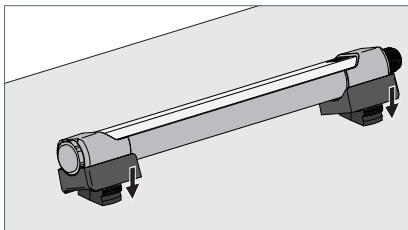

Fig. 5: Leuchte an den Befestigungselementen montieren.
- ▶ Setzen Sie die Leuchte mit den montierten Haltern an den Befestigungselementen an und drücken Sie die Leuchte nach unten, bis die Halter in den Befestigungselementen einrasten, siehe Fig. 5.